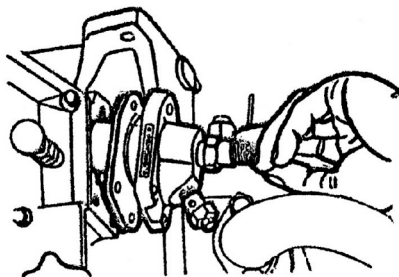

рис. 10
**а.)** Аккуратно поворачивайте маховик в рабочем направлении вращения до тех пор, пока топливо не начнет вытекать из открытого конца топливной магистрали; проверьте, совпадает ли метка на бачке с меткой на краю маховика в пределах 20-24° от верхней мертвой точки. В случае несовпадения требуется регулировка (Рис. 10).